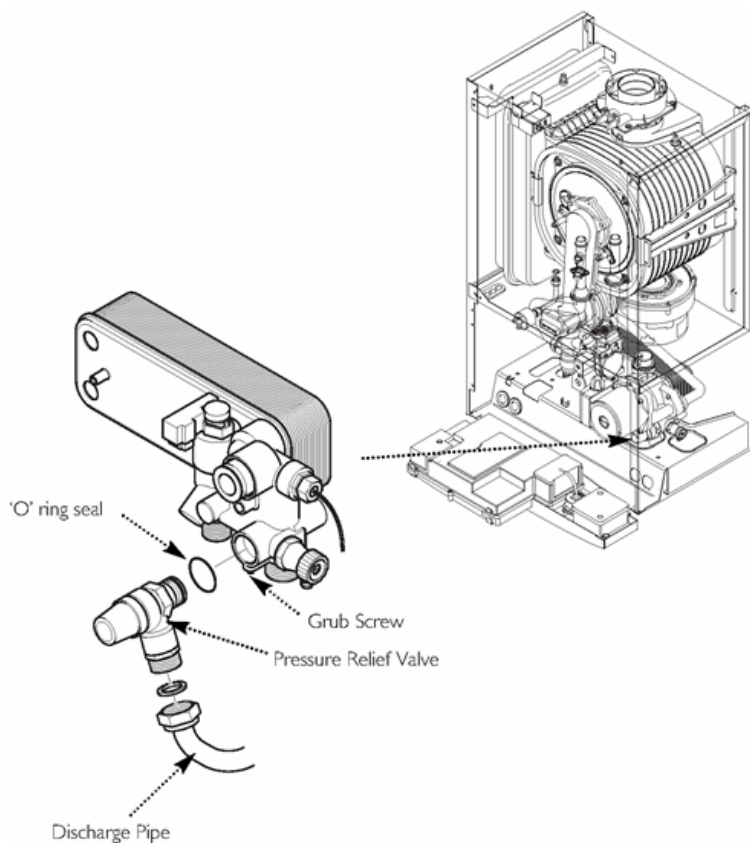

Fig. 93
14.19 Pressure Relief Valve (Fig. 93)